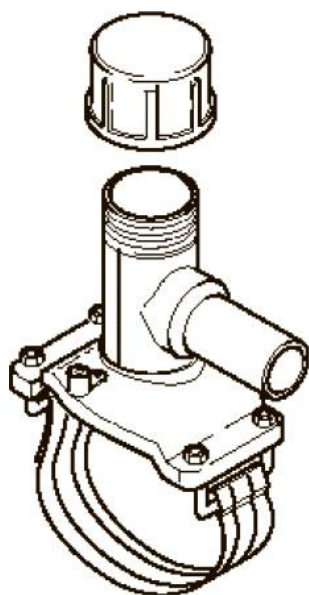

Рис. 6
1. Крышка с резьбой заворачивают на корпусе обратно до упора, предварительно убедившись в наличии внутри нее кольцевого уплотнения. Сильная затяжка может обеспечить герметичность. (Заворачивать можно вручную, либо использовать ключ) (Рис.6).